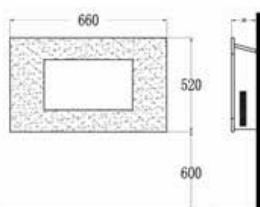

Fig. 3
- Si consiglia di tenere un'altezza di 600 mm dalla base della stufa al pavimento per una visualizzazione ottimale della base combustibile(vedere Fig. 3 per le dimensioni di fissaggio consigliate).